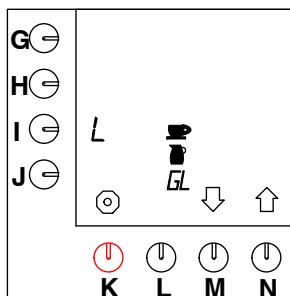

Fig. 21 Enheter som skal velges
- Det kan velges en av følgende måleenheter: Liter = L, Gallon = G (= 3,7853 L), Kanne, Kopp (fig.21).